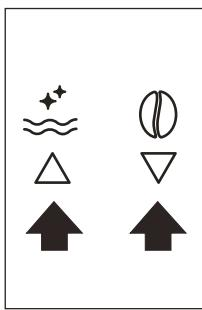

Fig. 9
- ▶ Pentru a seta limba, utilizați pictogramele (B7 și B8) pentru a selecta limba dorită (Fig. 9). Când este afișat mesajul „PRESS OK TO CHOOSE ENGLISH” (APĂSAȚI OK PENTRU A ALEGE LIMBA ENGLEZĂ), apăsați pe pictograma (B 9) (Fig. 10) timp de 3 secunde până când se afișează mesajul „ENGLISH INSTALLED” (LIMBA ENGLEZĂ INSTALATĂ). Dacă ați setat limba greșită, urmați instrucțiunile din secțiunea "Setarea limbii". Dacă limba dv. nu este disponibilă, selectați una dintre cele afișate. Instrucțiunile se referă la versiunea în limba engleză. După aceea urmați instrucțiunile afișate.